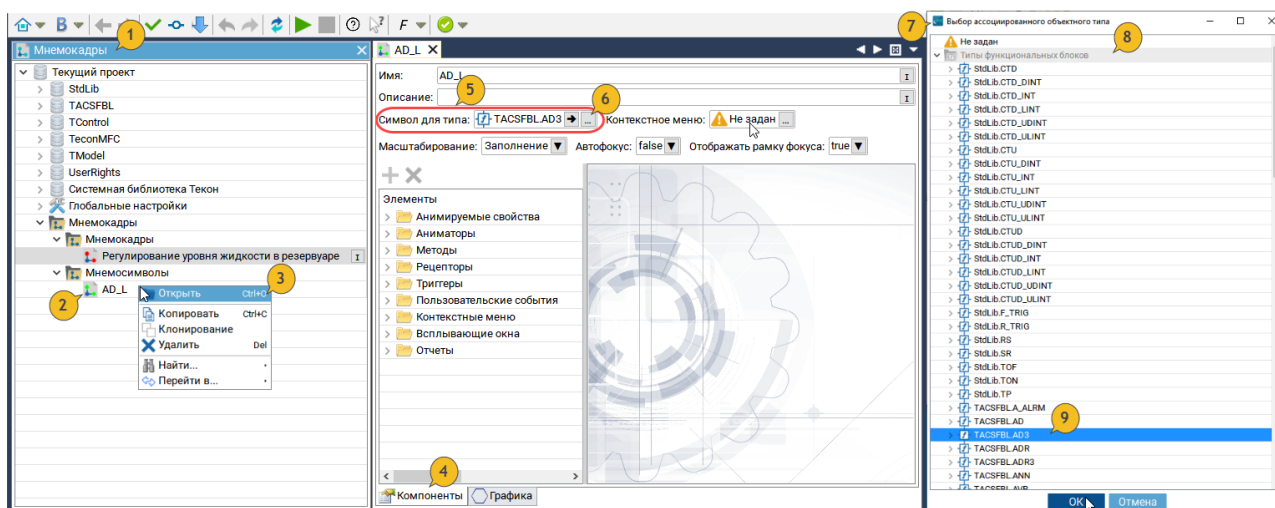

Рисунок 48 - Определение типа для мнемосимвола
- определить тип мнемосимвола **AD_L**, для этого необходимо выполнить следующие действия (рисунок 48):
- о в выпадающем меню выберите пункт **Мнемокадры**. В левой части главного окна появится окно, соответствующее выбранному пункту меню (1);
- о откройте ранее созданный мнемосимвол **AD_L** (2) с помощью пункта контекстного меню **Открыть** (3);
- о на вкладке **Компоненты** (4) в поле **Символ для типа** (5) нажмите на кнопку  (6);
- о в открывшемся окне **Выбор ассоциированного объектного типа** (7) разверните список **Типы функциональных блоков** (8) и выберите тип **AD3** (9);